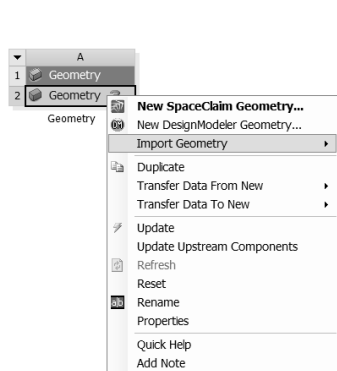

图 8-3 导入几何体
Step1：在 A2 Geometry 选项上右击，在弹出的快捷菜单中选择 Import Geometry Browse 命令，如图 8-3 所示，此时会弹出“打开”对话框。